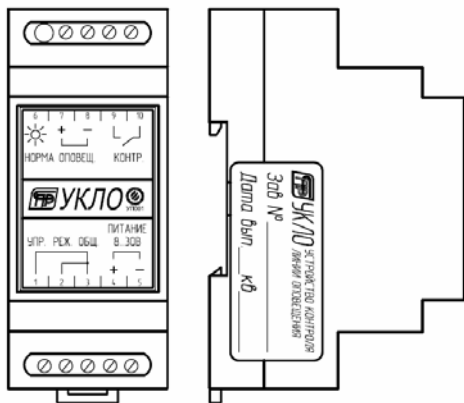

Рис.1. Внешний вид устройства и расположение клемм.
4.1 Внешний вид устройства приведен на рис.1.